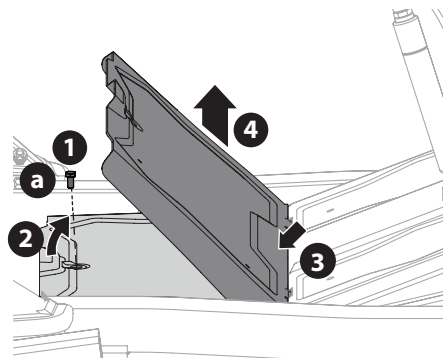

Fig. 28
- Avec l'outil multifonction ou une douille de 1/2 po, retirez le boulon (a) qui retient le panneau du plancher (Fig. 28).
- Soulevez avec précaution la partie arrière du panneau (Fig. 28).
- Glissez le panneau vers l'arrière pour faire sortir la partie avant (Fig. 28).
- Puis, soulevez le panneau pour le retirer (Fig. 28).